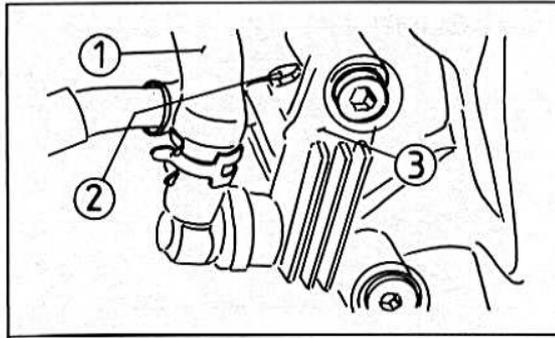

Bild 305
- Den Zylinder vom Rahmen abschrauben (Bild 305).